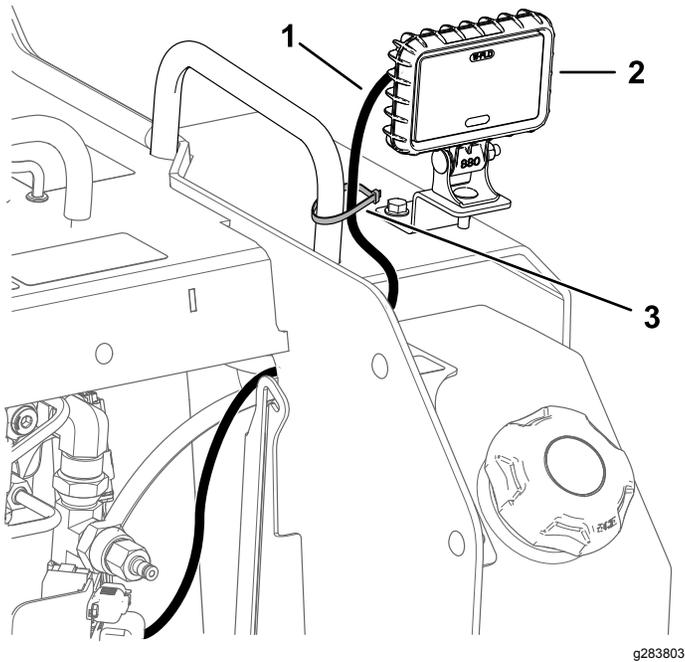

Figura 9
6. Enrute el conector de la luz derecha hacia fuera por el lado derecho de la máquina, hasta la luz (Figura 9). Enchufe el conector en la luz.
- 7. Sujete el arnés de cables al agarradero con una brida (Figura 9).